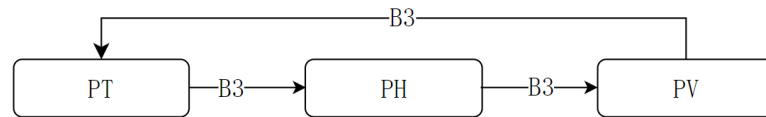

图 5 参数切换模式
① 在参数界面下, 按下 B3 按键, 切换当前选择的参数, 切换模式如图 5 所示。